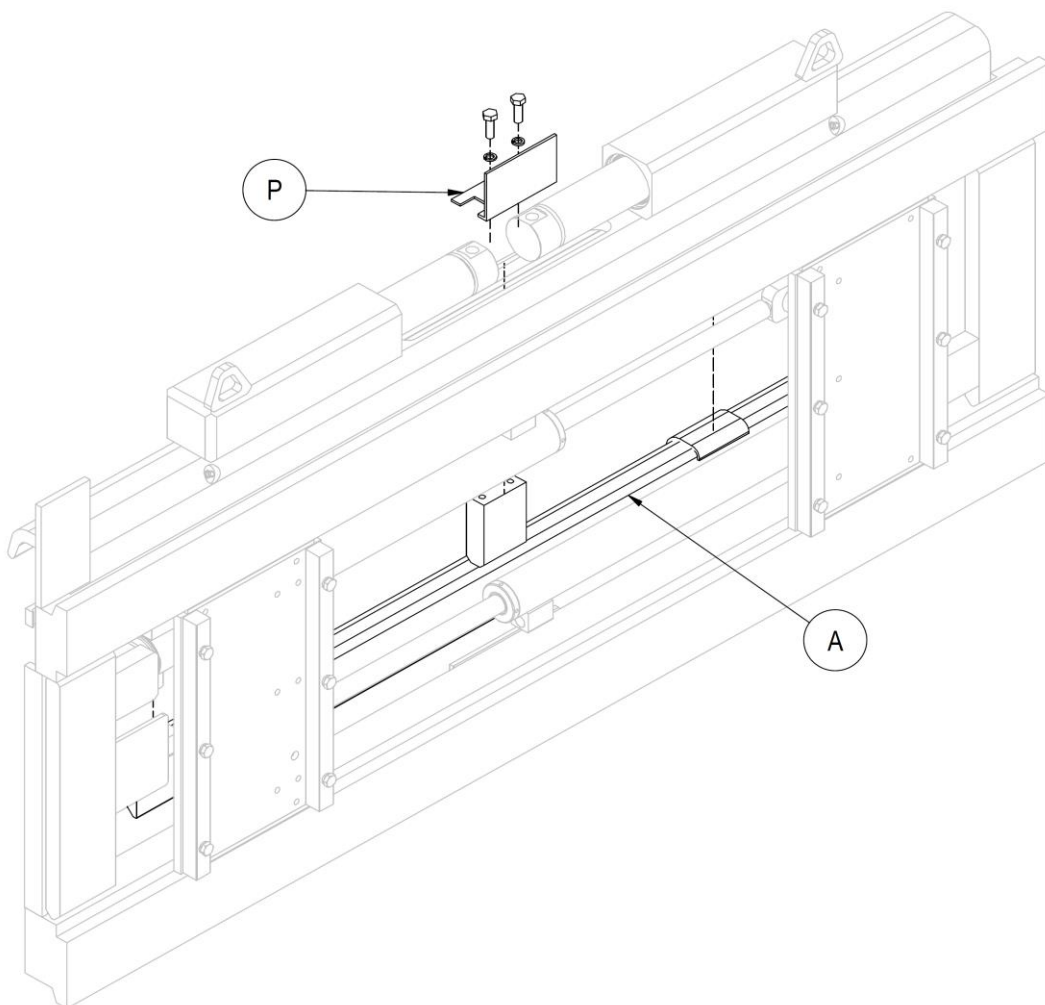

Figura 21
3. Rimuovere il doppio gancio (A) dopo aver rimosso il "piegato di protezione" (P) con le relative viti.
7. Prendere come riferimento la *Figura 21*.